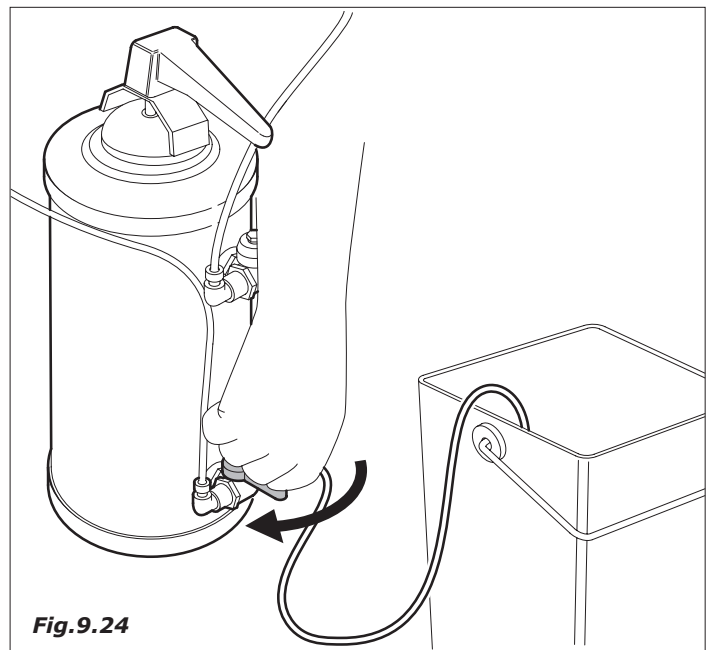

Fig.9.24
- deixar sair a água até que não saia límpida (Fig.9.24)